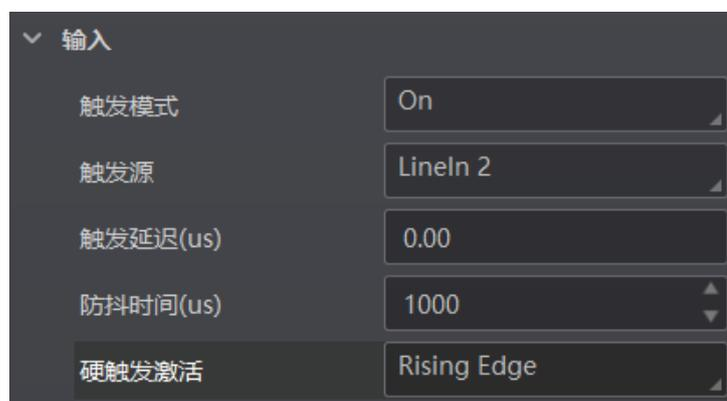

图3-29 上升沿/下降沿触发
- 选择上升沿/下降沿触发时，可设置触发延迟 ( $\mu\text{s}$ ) 参数，如图 3-29 所示。